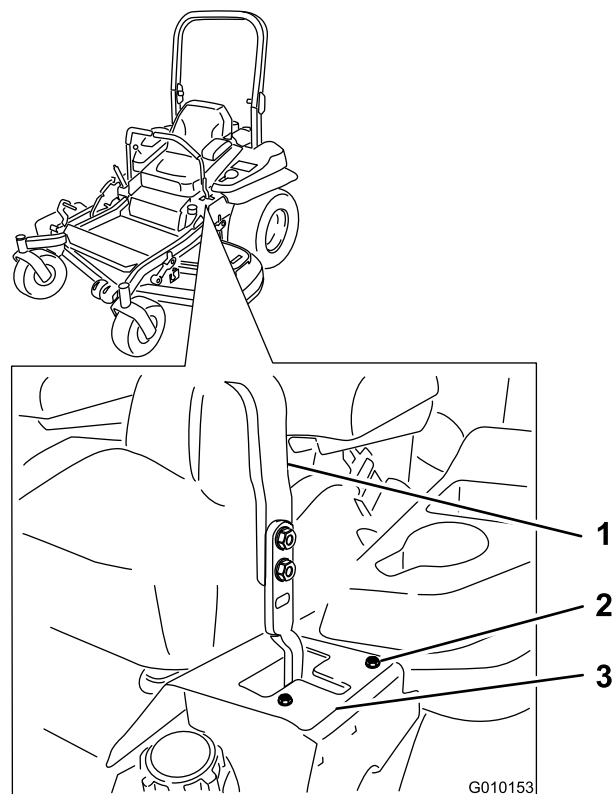

Figura 50
- Si se desvía hacia la izquierda, afloje los pernos y ajuste la chapa del tope derecho hacia atrás en la ranura en T de la derecha hasta que la máquina avance en línea recta (Figura 50).
- Apriete la chapa del tope (Figura 50).
- Si se desvía hacia la derecha, afloje los pernos y ajuste la chapa del tope izquierdo hacia atrás en la ranura en T de la izquierda hasta que la máquina avance en línea recta (Figura 50).